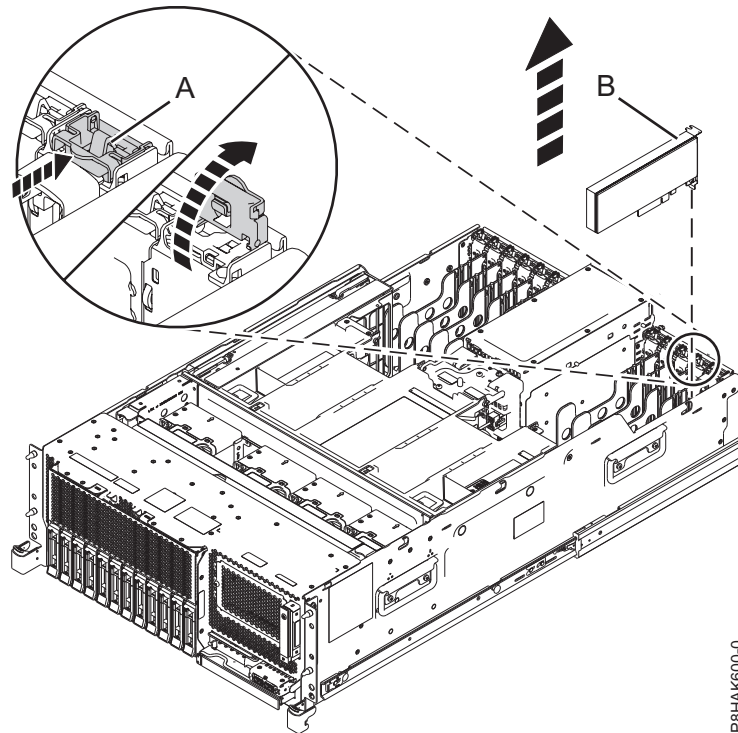
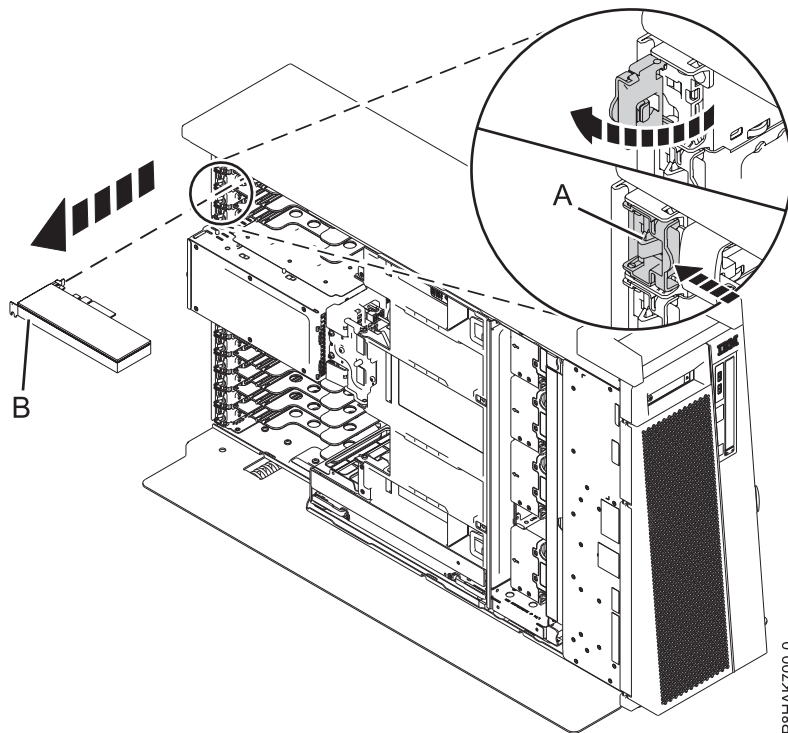

Abbildung 70. PCIe-Adapter aus einem Einschubsystem ausbauen
Abbildung 71. PCIe-Adapter aus einem eigenständiges System vom Typ 8286-41A ausbauen
2. Um die Adaptersicherung **(A)** am Zielsteckplatz in die geöffnete Position zu bringen, drehen Sie die Verriegelung **(A)** an der Systemrückseite in die abgebildete Richtung in Abb. 70 auf Seite 81 und Abb. 71 auf Seite 81.
3. Fassen Sie den Adapter **(B)** vorsichtig an der oberen Kante oder am oberen Haltesteg und entfernen Sie ihn aus dem Steckplatz - siehe Darstellung in Abb. 70 auf Seite 81 und Abb. 71 auf Seite 81.